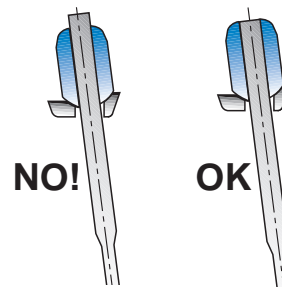

Fig. 41
- Tendez le nouveau rayon en vissant l'écrou jusqu'à porter l'extrémité du rayon au ras du fond de l'écrou (Fig. 41), en contrôlant toujours que la plaquette reste en position correcte.
- Tensar el nuevo radio enroscando la tuerca hasta que el extremo del radio quede a ras del fondo de la tuerca (Fig. 41), controlando siempre que la placa permanezca en posición correcta.
- Span de nieuwe spaak door de spaak in de moer te draaien (fig. 41). Overtuig uzelf
- Tensionate il nuovo raggio avvvitando il dado fino a portare l'estremità del raggio a filo del fondo del dado (Fig. 41), controllando sempre che la piastrina rimanga in posizione corretta.
- Tension the new spoke by tightening the nut until the end of the spoke is snug against the base of the nut (Fig. 41), making sure that the plate always remains in the correct position.
- Die neue Speiche spannen und dabei die Mutter so lange anziehen bis das Ende der Speiche bündig mit der Simfläche der Mutter abschließt (Abb. 41) und ständig überprüfen, ob das Plättchen weiter korrekt ausgerichtet bleibt.
- Span de nieuwe spaak door de spaak in de moer te draaien (fig. 41). Overtuig uzelf ervan dat het plaatje in de juiste positie staat.